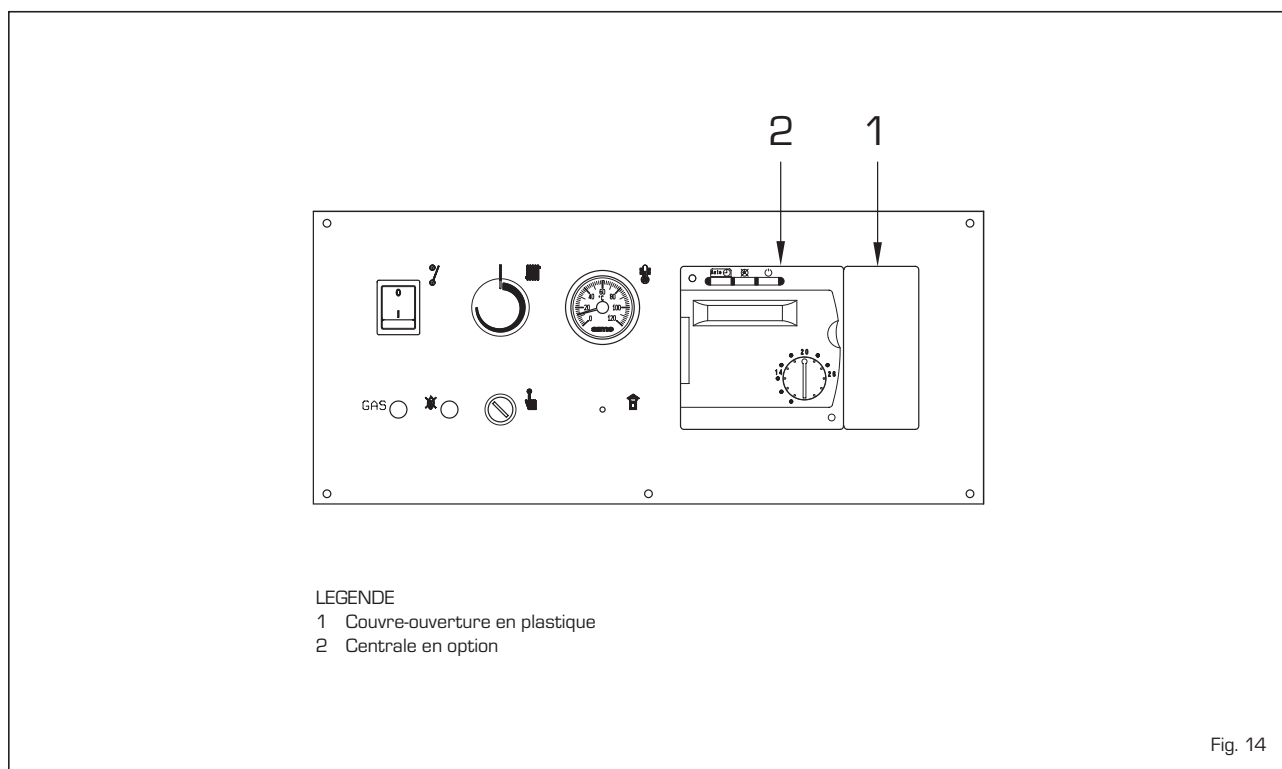

Fig. 14
Toutes les fonctions de la chaudière peuvent être gérées à partir de la centrale optionnelle code 8096303, fournie avec une sonde de température extérieure (SE), une sonde d'immersion chaudière (SC) (fig. 14).